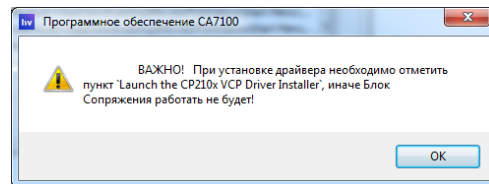

Рисунок 8.6
5) На екрані з'явиться сповіщення (рисунок 8.6). Клацнути по кнопці **OK**.